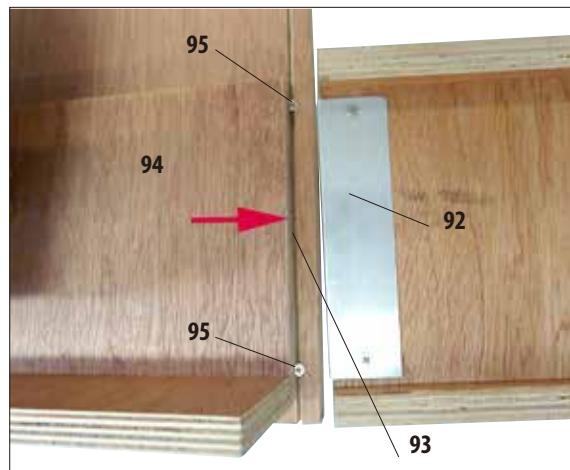

図 9
- これらのレールのパネル (92) をパレット左右の溝 (93) にフックし、レールが装置を固定する木板 (94) と水平になるようにします (図 9)。